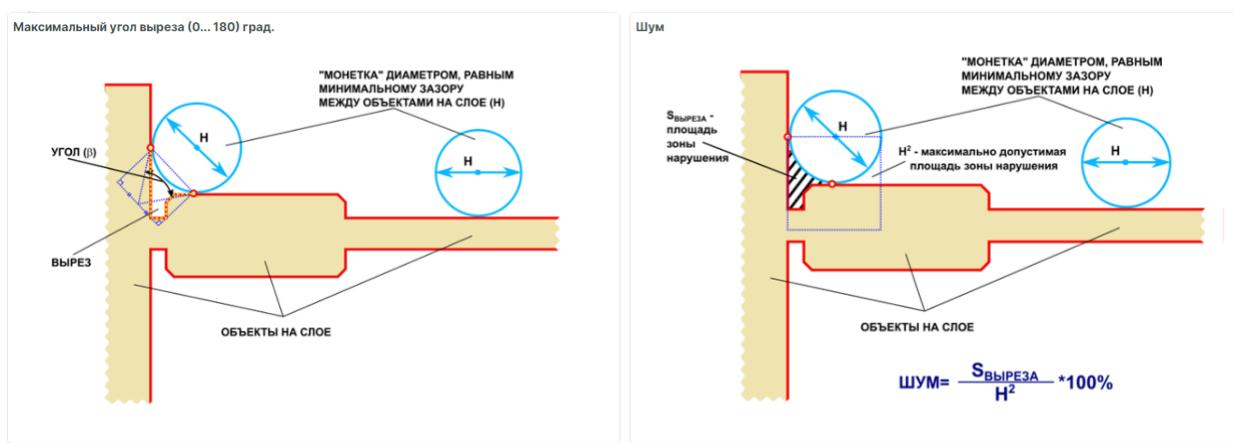

Рис. 385 Максимальный угол выреза и шум
- «Мин. зазор» – в правиле устанавливаются величины: минимальный зазор между объектами на слое, максимальный угол выреза ($0^\circ - 180^\circ$), шум – отношение площади выреза к квадрату минимального зазора между объектами (0% - 100%), см. Рис. 385. Данная проверка осуществляется между всеми элементами, расположенными на слоях печатной платы.